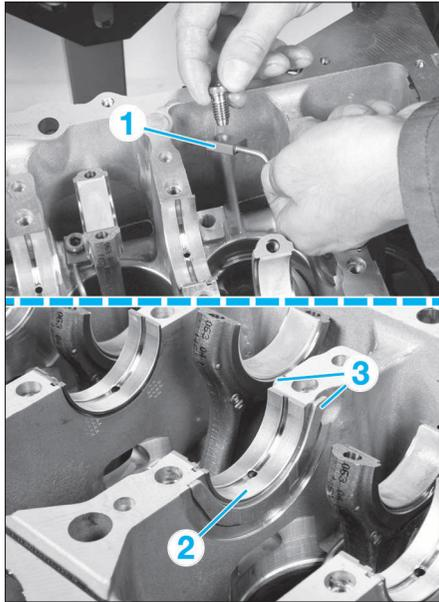

FIG. 60
- Reposer les gicleurs de fond de pistons (1) (Fig.60).
- Monter dans le bloc-cylindres les coussinets (2) rainurés, huilés, suivant la classe déterminée pour chaque tourillon.
- Placer de chaque côté du palier n°2 (côté volant moteur), les cales de réglage (3) du jeu axial avec la face rainurée côté vilebrequin.